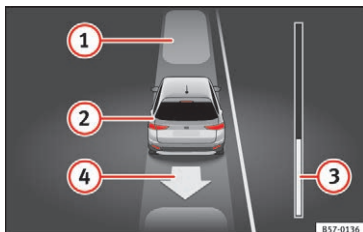

Fig. 205 I kombiinstrumentets display: udkørsel fra parkeringsbås parallelt med kørebanen
Forklaring til **Fig. 205**:
Bjælken, der viser forløbet » Fig. 205 ③ viser den afstand, du endnu skal køre » Side 238.